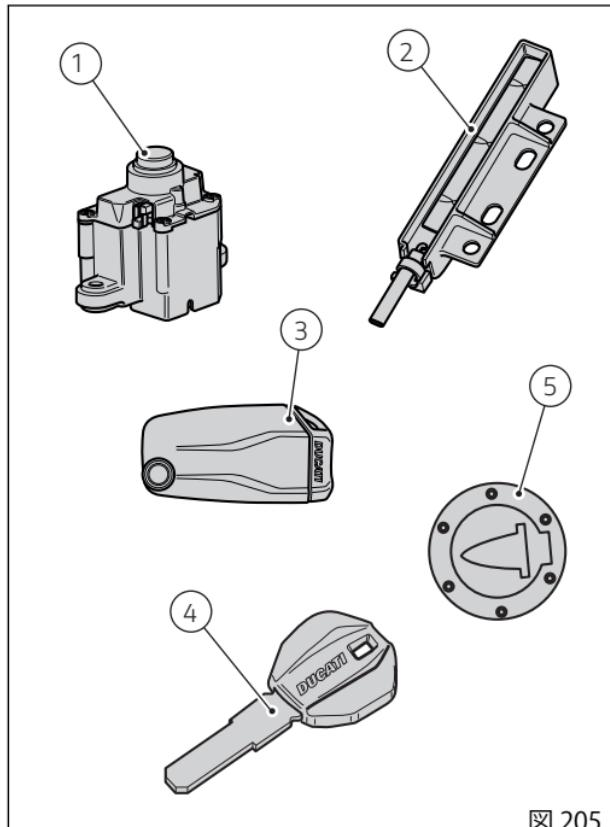

図 205
Hands Free ブロック (1、図 205) は燃料タンクの前方部に位置し、作業を行うには保護カバー (8) を起こして取り外してください。
Key-ONするには、アクティブキー(3、図205)があるときにハンドルバーのボタン(6)を押します。
Key-OFFするには、ハンドルバーのボタン(6)を押します。車速がゼロであればキー(3、図205)がなくてもKey-OFFが可能です。
Key-ONするには、アクティブキー(3、図205)があるときにHands Free ブロック(1、図205)のボタン(7)を押します。
Key-OFFするにはHands Free ブロック(1、図205)のボタン(7)を押します。キー(3、図205)がなくてもKey-OFFが可能です。
Key-ONするには、パッシブキー(4、図205)があるときにハンドルバーのグレーのボタン(6)を押します。
Key-OFFするには、ハンドルバーのグレーのボタン(6)を押します。車速がゼロであればキー(4、図205)がなくてもKey-OFFが可能です。
Key-ONするには、パッシブキー(4、図205)があるときにHands Free ブロックのボタン(7)を押します。
Key-OFFするにはHands Free ブロック(1、図205)のボタン(7)を押します。キー(4、図205)がなくてもKey-OFFが可能です。
キー(3)および(4)がないときにKey-ONするには、Hands Free ブロック(1、図 205)のボタン(7)を押し、インストルメントパネルからPIN CODEを入力します。Key-OFFするにはハンドルバーのボタン(6)を押します。